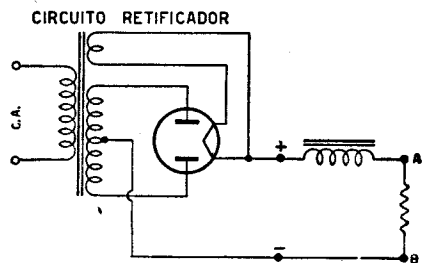

FIG. 12
suficientemente pura. Para este fim usa-se uma indutância bastante grande, constituída por vários milhares de espiras enroladas sobre um núcleo de ferro. O valor destas indutâncias varia entre 5 e 30 henries (fig. 11). A fig. 12 apresenta um circuito retificador, usado comumente nos radioreceptores. A corrente retificada pulsante aparece entre os pontos + e -. Entre o ponto + e a resistência que deve ser percorrida pela corrente contínua pura está ligada uma indutância (CH) que se encarregará de “aplainar” os picos, de maneira que entre os pontos A e B apareça uma corrente contínua mais ou menos pura, de acordo com a eficiência do filtro.